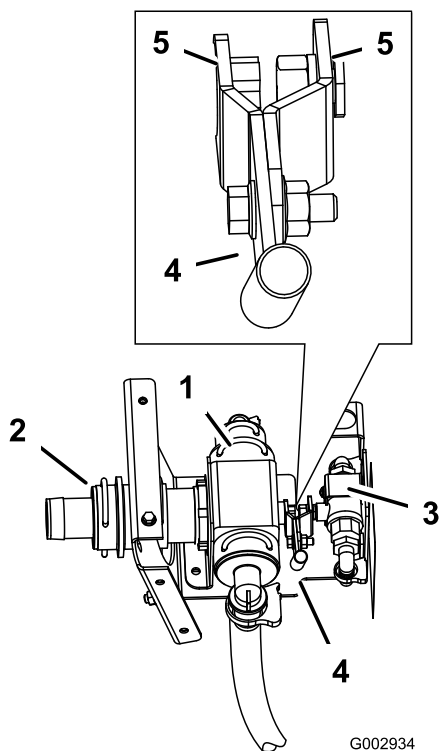

Figura 28
3. Staccate il raccordo dentellato diritto S67 e la forcella di fissaggio dal gruppo valvola di regolazione presente nelle parti sciolte (Figura 28).
2. Collegate l'estremità del gruppo leva sul gruppo valvola a sfera piccola, al gruppo valvola di comando (Figura 28).